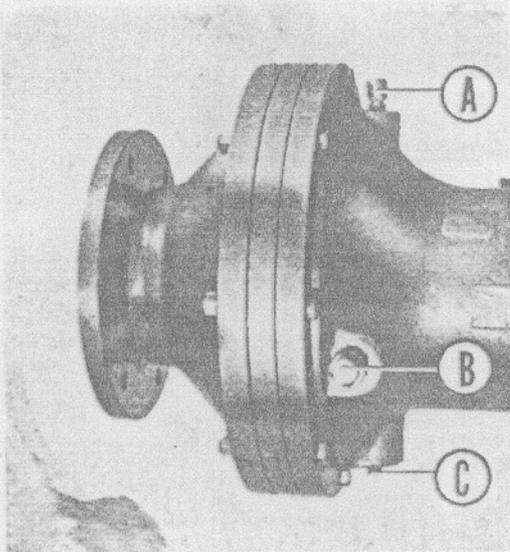

Fig. 83
- Dévisser le bouchon de remplissage B (fig. 83) et vérifier que l'huile arrive à son niveau, le tracteur étant en position horizontale. Si nécessaire, établir ce niveau.